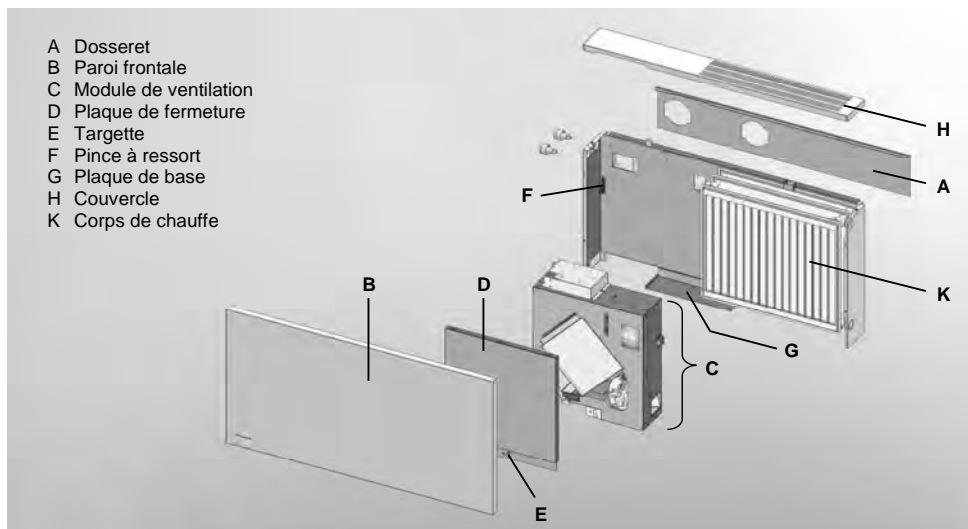

Fig. 8
Pour tous travaux de maintenance ou d'entretien, il est nécessaire de démonter la paroi frontale (B, Fig. 8) du radiateur de ventilation en premier. Pour cela, faites la glisser d'env. 1cm vers le haut et ôtez-la par l'avant.
Pour le nettoyage du corps de chauffe (K, Fig. 8) sur le côté droit de l'appareil, enlevez en plus le couvercle (H, Fig. 8) de l'appareil. Pour cela désencliquetez-le à gauche et en droite et soulevez-le vers le haut. Puis basculez le couvercle vers la paroi arrière afin de le sortir de la glissière.
Pour le nettoyage des pièces situées dans le module de ventilation (C, Fig. 8) (échangeur thermique de courants croisés, filtre d'air frais, filtre air vicié, réservoir de condensat), enlevez tout d'abord la plaque de fermeture (D, Fig. 8). Pour cela, appuyez la targette (E, Fig. 8) placée au bas de la plaque de fermeture vers le bas. La plaque de fermeture saute de son verrouillage et peut être sortie par devant du haut de la languette de suspension.
Pour nettoyer les conduits du mur extérieur, sortez complètement le module de ventilation (C, Fig. 8) de l'appareil. Pour cela, débranchez l'appareil, retirez le tuyau de devant du réservoir de condensat vide ainsi que les boutons rotatifs de la paroi latérale gauche. Ensuite, le module de ventilation peut être retiré en les pinces à ressort (F, Fig. 8) vers l'avant.
- Le module de ventilation doit être placé à ras de la paroi arrière de l'appareil. Pour cela, posez le module de ventilation sur la plaque de base (G, Fig. 8) de l'appareil et le poussez en position telle que les pinces à ressort se trouvent l'une devant l'autre. Puis par pression sur le module de ventilation, enclenchez-le.